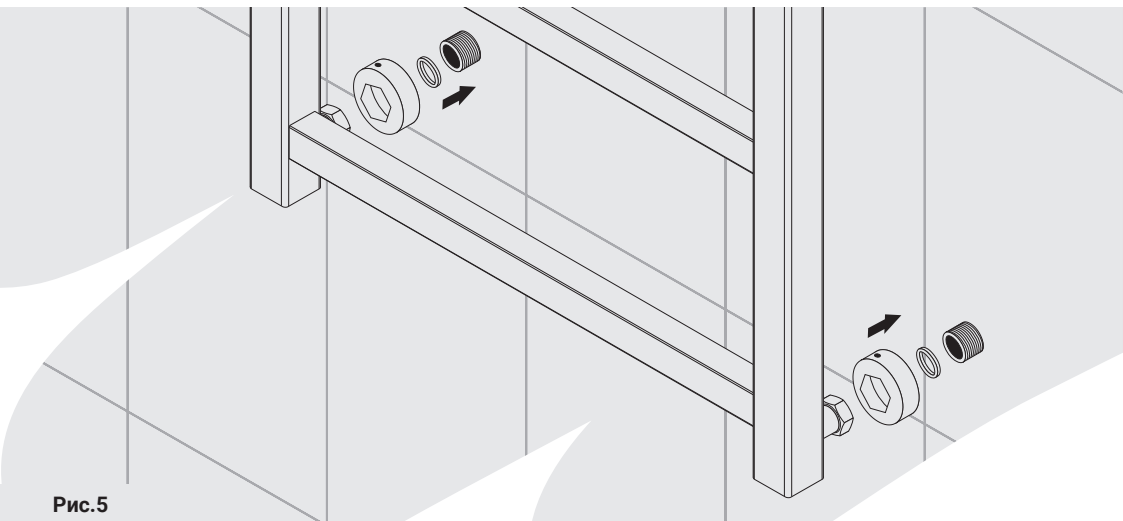

Рис.5
6.8. Произведите **финальный монтаж**: вместе с надетыми декоративными отражателями накрутите накрывные гайки на установленные эксцентрики, используя силиконовые прокладки для герметизации соединения (**рис. 5**).